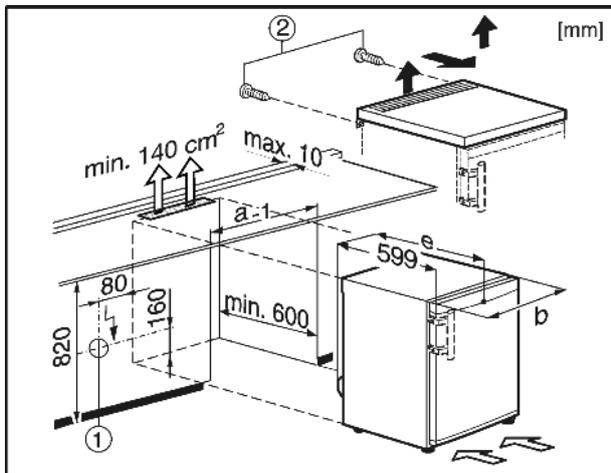

Fig. 7
La presa Fig. 7 (1) non deve trovarsi nella parte posteriore dell'apparecchio e deve essere facilmente accessibile.
- ▶ Rimuovere le viti Fig. 7 (2) sulla parte posteriore.